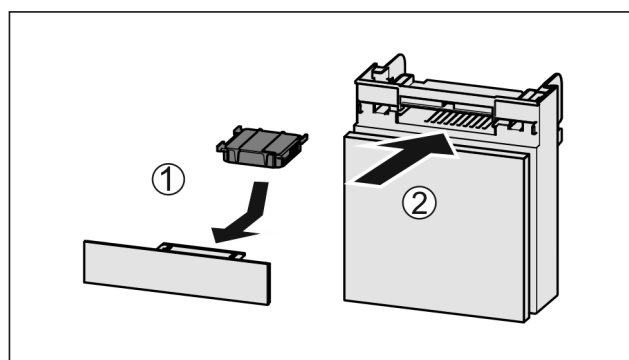

Fig. 262
- Aktivkohlefilter nach Abbildung einsetzen Fig. 262 (1).
- Fach einschieben Fig. 262 (2).